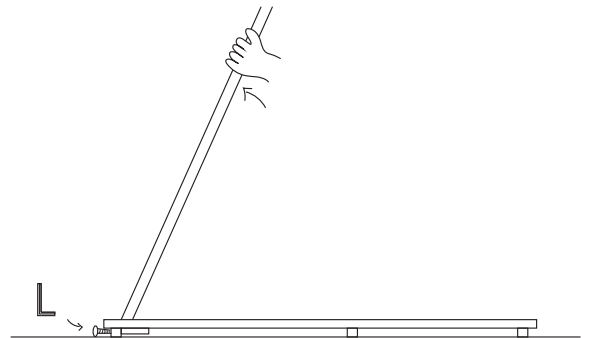

Figure 2
- Une fois la pièce en place, régler l'inclinaison du lampadaire pour obtenir un angle entre 58 et 65 degrés. Pour cela une personne soulève légèrement la tige du lampadaire pendant que l'autre règle la vis avec une clé. (figure 2 - 3)